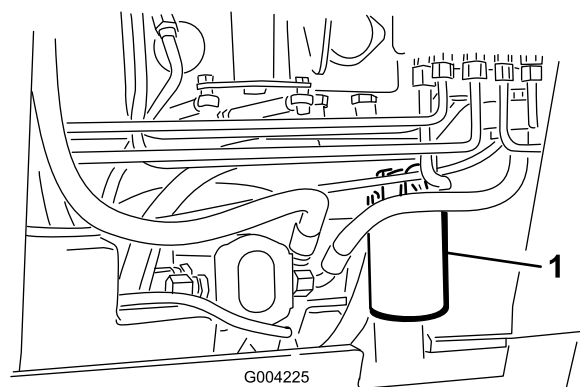

Figura 56
4. Coloque un recipiente debajo del filtro (Figura 56).
5. Retire el filtro usado (Figura 56) y limpie con un paño la superficie de la junta del adaptador del filtro.
7. Instale el filtro hidráulico nuevo en el adaptador del filtro (Figura 56). Apriete el filtro en el sentido de las agujas del reloj hasta que la junta de goma entre en contacto con el adaptador del filtro, luego apriete el filtro 3/4 de vuelta más.